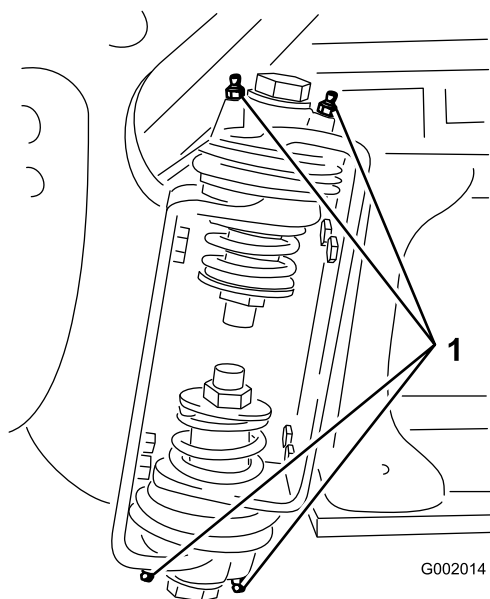

Figure 36
2. Injectez la graisse dans le roulement ou la bague de chaque graisseur (Figure 36).